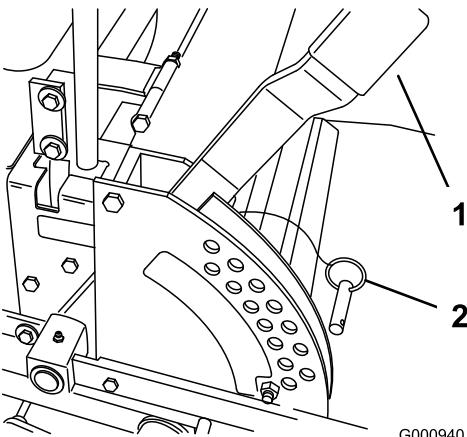

Figura 17
2. Para ajustarla, retire el pasador del soporte de altura de corte (Figura 17).
3. Seleccione un taladro del soporte de altura de corte que corresponda a la altura de corte deseada, e inserte el pasador (Figura 17).
1. Levante la palanca de ajuste de la altura de corte a la posición de transporte (que es también la posición de altura de corte de 127 mm) (Figura 17).